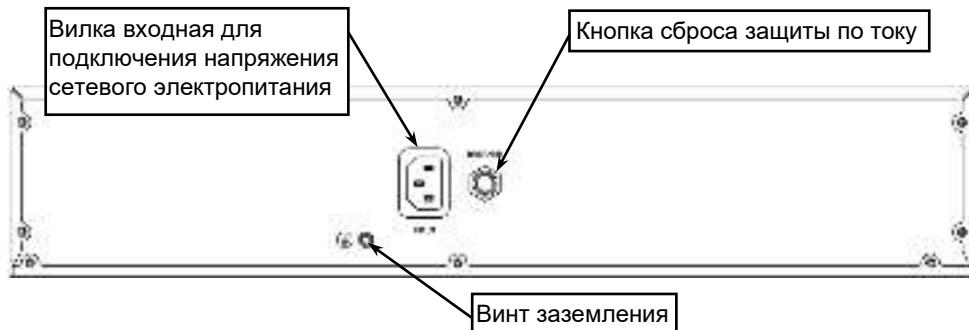

Рисунок 2 – Общий вид задней панели изделия.
На задней панели изделия расположены: входной разъем, кнопка сброса срабатывания защиты по току (срабатывание защиты происходит при превышении уровня входного тока выше допустимого) и винт заземления (см. рисунок 2).
Разместите изделие в шкафу и закрепите его на передних стойках. Соедините винт заземления изделия (см. рисунок 2) с контуром заземления телекоммуникационного шкафа перемычкой заземления (в комплект поставки не входит).
- Снимите с ИБП переднюю панель потянув ее на себя за правую сторону. (см. рисунок 2). **ВНИМАНИЕ! Будьте осторожны!**: с левой стороны к плате индикатора на передней панели подключен ленточный кабель, не повредите его.
- Подключите изделие к сетевому напряжению через входной разъем «INPUT» (см. рисунок 2) и шнур сетевого питания (входит в комплект поставки).